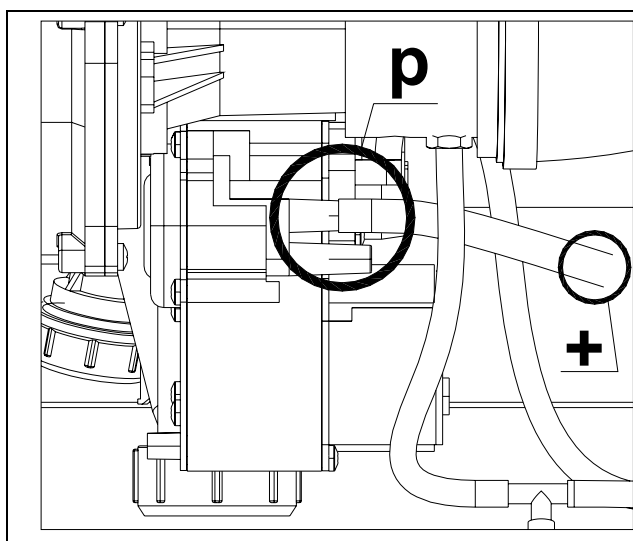

Figura 20
- 9) Collegare la presa pressione positiva del micromanometro alla presa pressione OFF-SET della valvola gas utilizzando un altro tubetto al silicone (Figura 20 a pagina 38).
- 18) Il valore corretto **OFF-SET**, letto sul micromanometro, è **-0.04 mbar**. Se il valore non corrisponde agire sulla vite di OFF-SET della valvola gas (Figura 20 a pagina 38) per modificarlo (in senso orario per aumentarlo, in senso antiorario per diminuirlo).